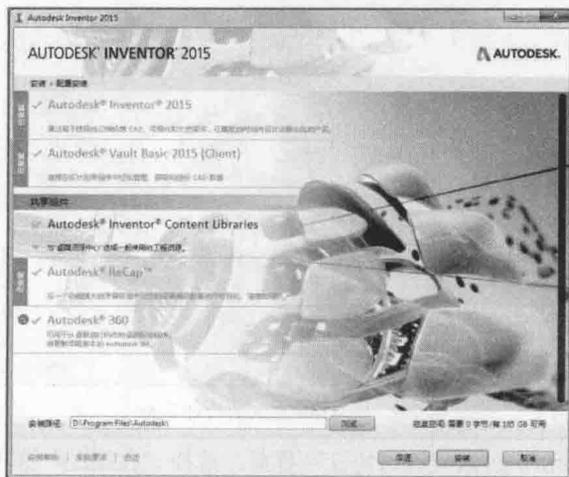

图 1-8 选择要安装的产品及路径界面
(4) 单击“下一步”按钮，进入选择要安装的产品及路径界面，如图 1-8 所示。